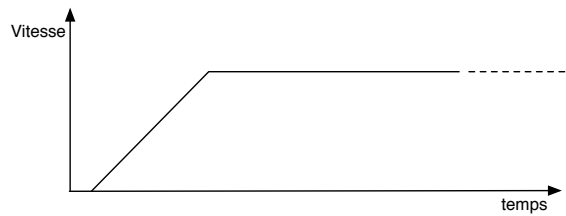

Figure 3: Mise en rotation de la fraise
- (b) Ecrire la fonction  $MCC()$ , qui aura le profil de vitesse suivant (figure 3) :